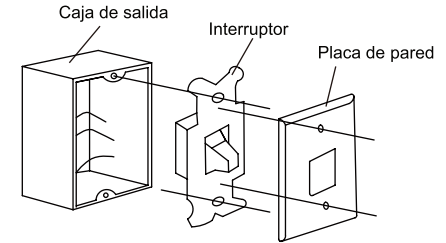

Fig. 29
Paso 1. Retire la placa de pared existente y el interruptor antiguo de la caja de salida de la pared. Desconecte los cables. (Fig. 29)